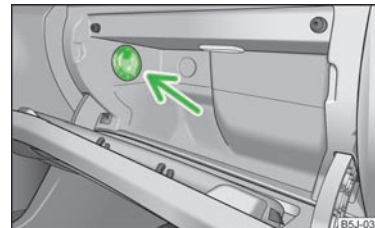

Abb. 60
- Mit dem Drehknopf » Abb. 60 wird die Luftzufuhr geöffnet bzw. verschlossen.